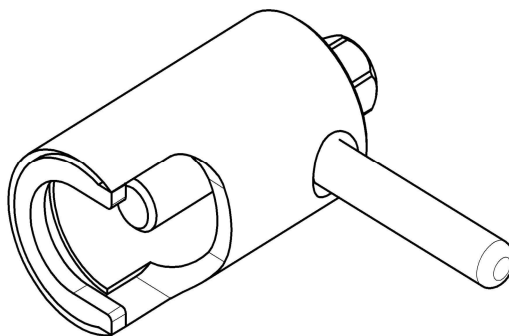

Рис. 8. Съемник крыльчатки
4. Снимите крыльчатку при помощи специального съемника (см. рис. 8, код для заказа 110000002907 Съемник крыльчатки КП6.376.09.00.000СБ).